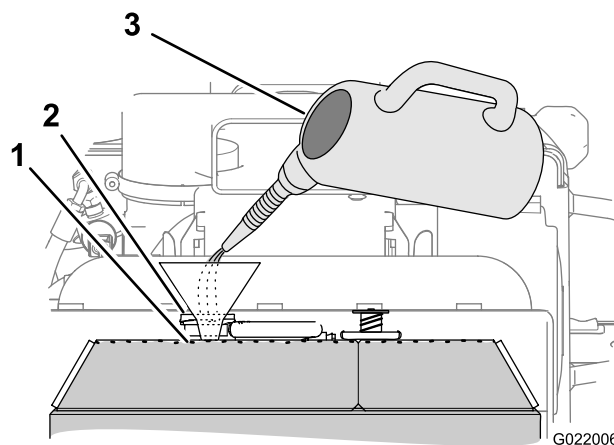

Figure 84
3. Remplissez le radiateur de refroidissement de liquide de refroidissement jusqu'à ce que le niveau atteigne le haut du goulot de remplissage (Figure 84).